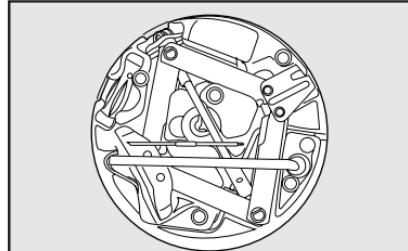
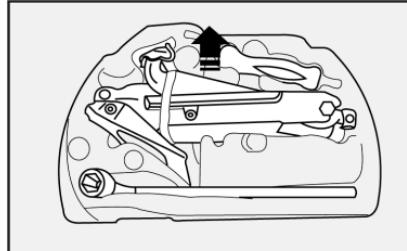

fig. 3
fig. 4
- Saque las herramientas y el crique de su seguro fig. 3 o fig. 4.